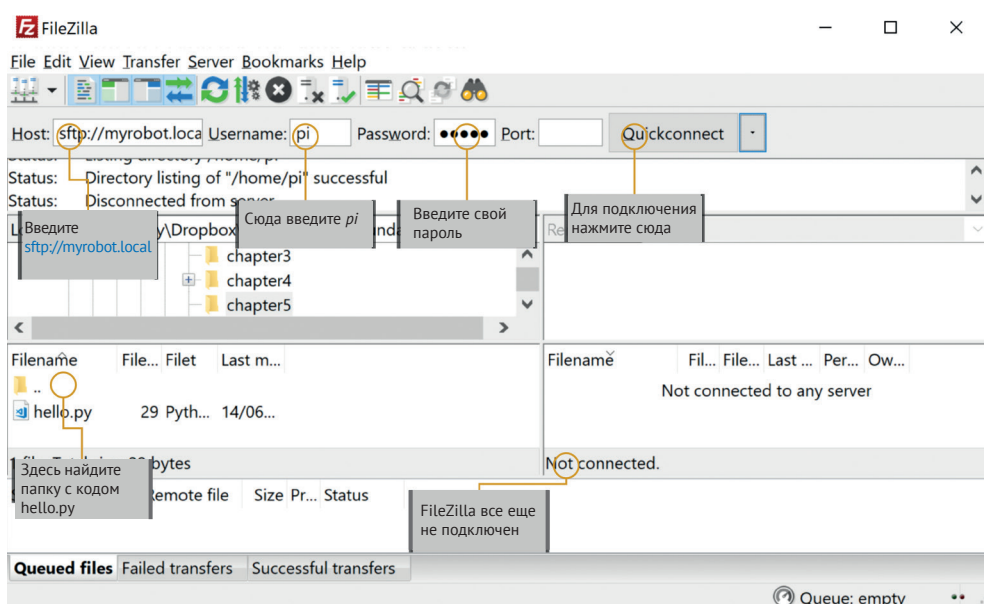

Рис. 5.1. FileZilla
4. Подключите Raspberry Pi и запустите его. На панели в правом нижнем углу экрана FileZilla (рис. 5.1) вы увидите надпись **Not connected** (Соединение не установлено).